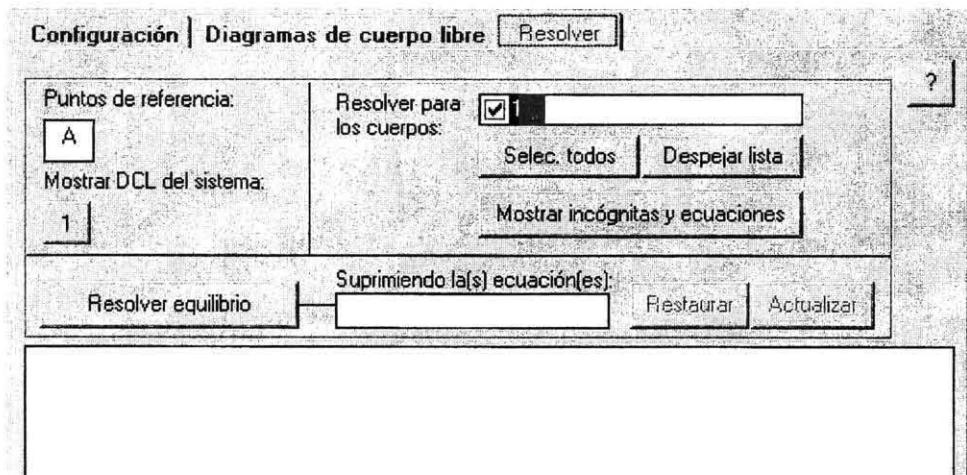

Fig. 38
9. Selecciona la ficha **Resolver**, que muestra la interfaz de la Fig. 38.